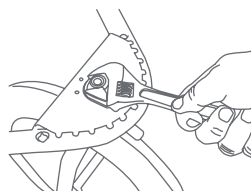

Fig. 25
- 25) • Quite el apoya pies para alcanzar la tuerca. Puede usar una llave inglesa estándar para ajustar la tuerca (Fig. 25). **NO APRIETE DEMASIADO ya que podría dañar la cubierta de la rueda.**